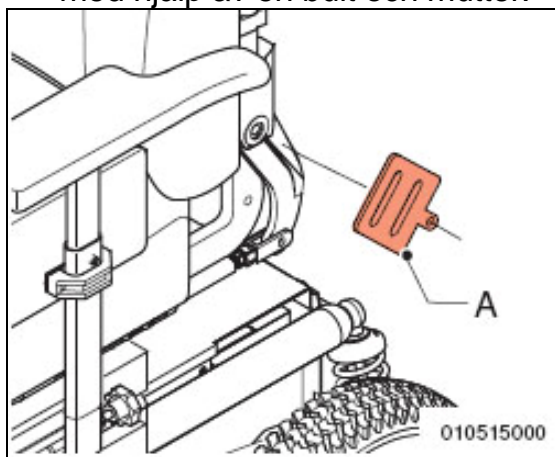

Bild 4.2
- Fäst bältesspannet (A på bild 4.2) med hjälp av en bult och mutter.